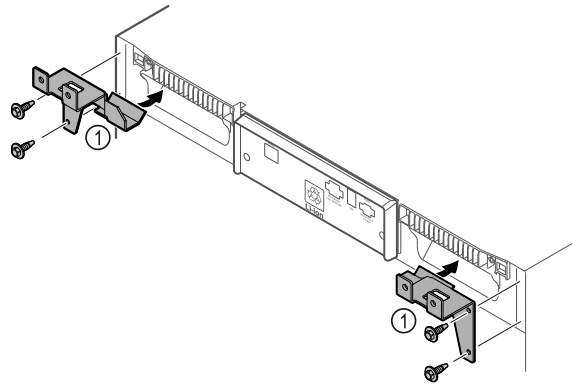

Fig. 11
- Asenna pidinosat Fig. 11 (1) kierteittäväillä ruuveilla laitteeseen.